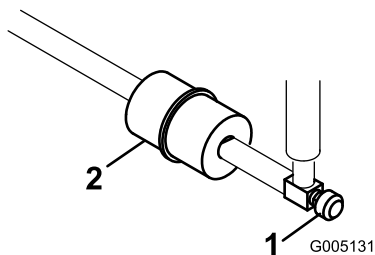

Figure 53
Le filtre à carburant est incorporé dans la conduite d'alimentation, entre le réservoir de carburant et le carburateur (Figure 53). Remplacez le filtre toutes les 800 heures de fonctionnement, ou plus tôt si le débit de carburant est limité. Vérifiez que la flèche qui se trouve sur le filtre pointe bien dans la direction opposée au réservoir de carburant.
2. Placez un bac de vidange sous le filtre, desserrez l'autre collier de flexible et déposez le filtre (Figure 53).
1. Fermez le robinet de carburant, desserrez le collier de flexible côté carburateur et débranchez la conduite d'alimentation du filtre (Figure 53).